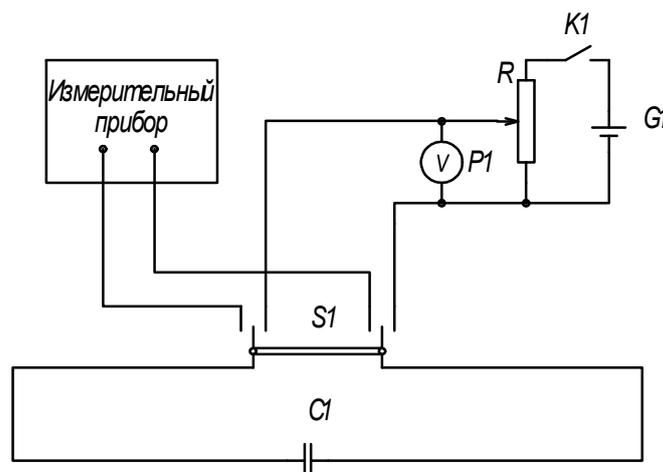

Рисунок 1
Для определения ёмкости конденсатора в данной работе используется установка, электрическая схема которой приведена на рис. 1. Она включает в себя: R – потенциометр, V – вольтметр, $CI=C_0$ – конденсатор известной ёмкости, SI – переключатель, позволяющий подключать конденсатор к источнику GI (при зарядке конденсатора) или, при его разрядке, к измерительному прибору (микровеберметру), KI – ключ цепи источника питания, C_x – конденсаторы неизвестной ёмкости (на схеме не указаны, ими замещают конденсатор CI).
2. Подключить микровеберметр к клеммам переключателя SI (рис. 1).
1. Включить в цепь (рис.1) два конденсатора, соединённых последовательно.
3. Включить в цепь (рис.1) два конденсатора, соединённых параллельно.